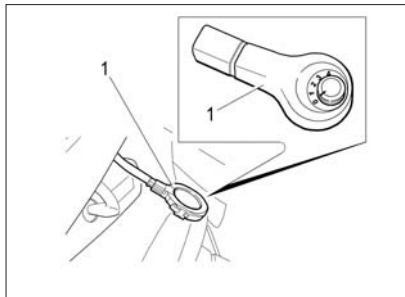

Рис. 32. Датчик дождя и освещенности
**В варианном исполнении** автомобиля оснащаются совмещенным датчиком дождя и освещенности, который расположен на ветровом стекле за зеркалом заднего вида (рис. 32).
Для включения системы очистки необходимо переключатель чувствительности датчика дождя 1 (см. рис. 32), расположенный за зеркалом заднего вида в накладке датчика перевести из положения 0 в любое другое положение от 1 до 4\*\*;